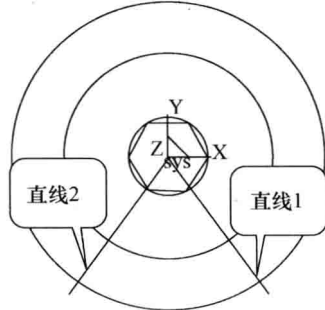

图 1-13 绘制 72° 角的两边
③ 绘制夹角为 72° 的角度线。单击“直线”按钮，选择“角度线”、“Y 轴夹角”、“角度”为“36”，绘制第一条直线；选择“角度线”、“Y 轴夹角”、“角度”为“-36”绘制第二条直线。绘制结果如图 1-13 所示。